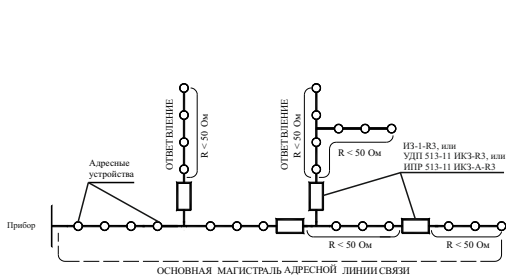

Рисунок 2
- разрывать радиальную АЛС (рисунок 2) в месте установки извещателя, ближайшего к точке КЗ.